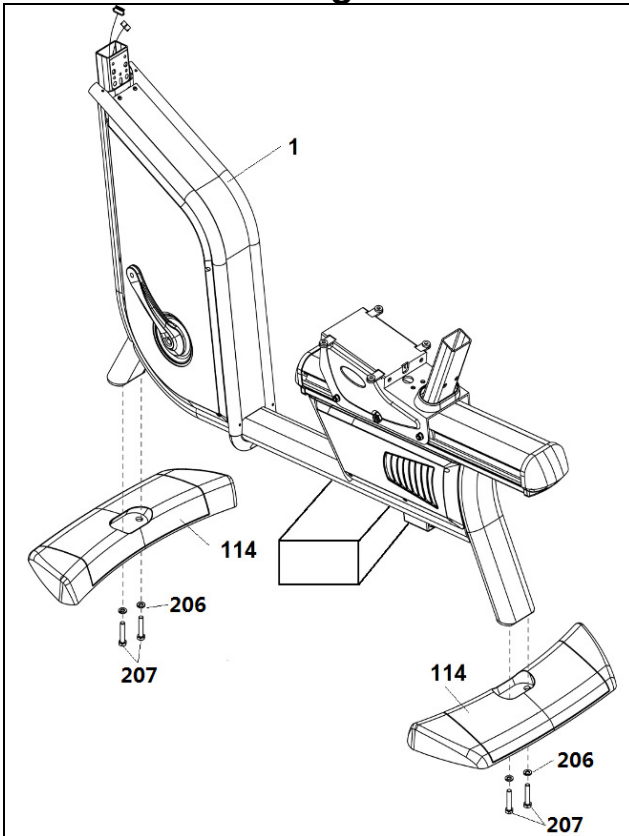

Fig.3
Coja el tubo de remo (61) e introduzca la carcasa embellecedora inferior de remo (181) en dirección a la flecha Fig.3.
Atornille los tornillos (193) junto con las arandelas planas (194) y las arandelas Grower (195) Fig.3.